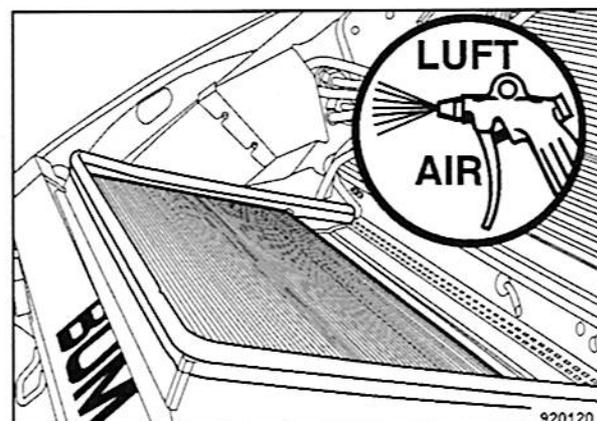

Fig. 132
- Limpiar las láminas de los condensadores en la parte trasera con aire comprimido o con agua fría (Fig. 132).